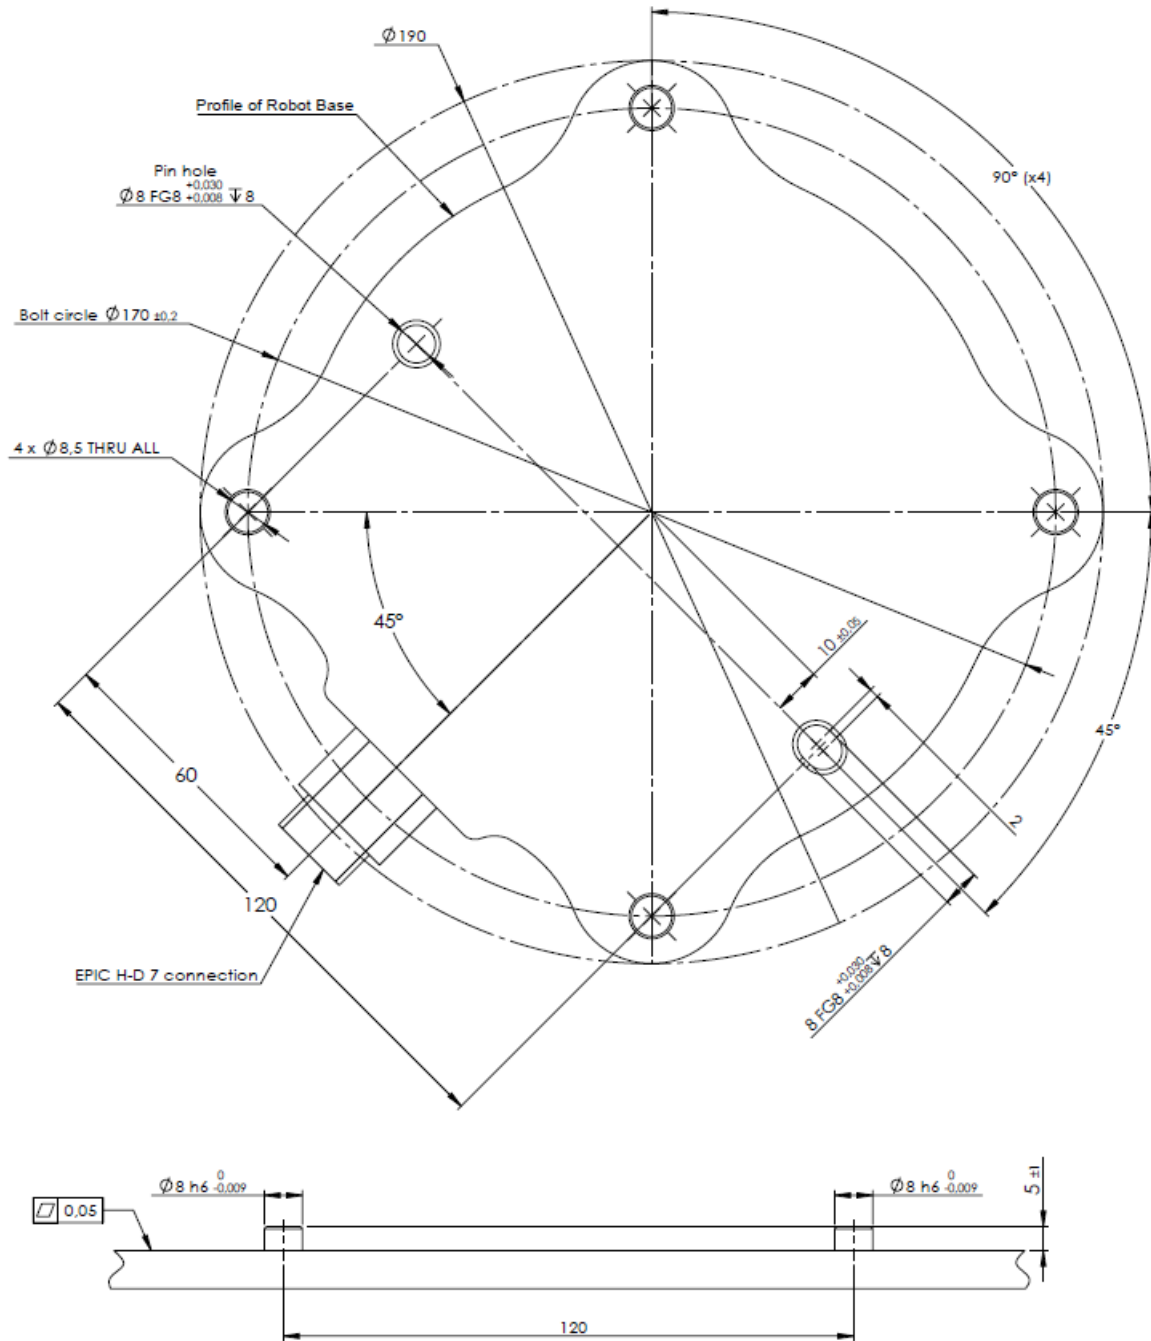

FIGURE 4.1 – Trous de montage du robot. Utiliser quatre boulons M8. Toutes les mesures sont en mm.
**Bras du robot** Le bras du robot est installé à l'aide de quatre boulons M8, en utilisant les quatre trous de 8.5 mm à la base. Il est recommandé de serrer ces boulons à 20 N m de couple. Deux trous de  $\varnothing 8$  sont prévus pour utiliser avec une broche lorsqu'un repositionnement très précis du bras du robot est désiré. Une contrepartie à la base de précision est disponible à l'achat en option. La figure 4.1 indique où percer des trous et monter les vis.